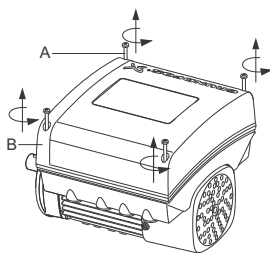

Fig. 72 Sådan afmonteres klemkassedækslet
1. Løsn de fire skruer (fig. 72, pos. A) og fjern klemkassedækslet (fig. 72, pos. B).
11. Monter klemkassedækslet (fig. 72, pos. B) og krydspænd de fire monteringsskruer (fig. 72, pos. A) med 6 Nm.